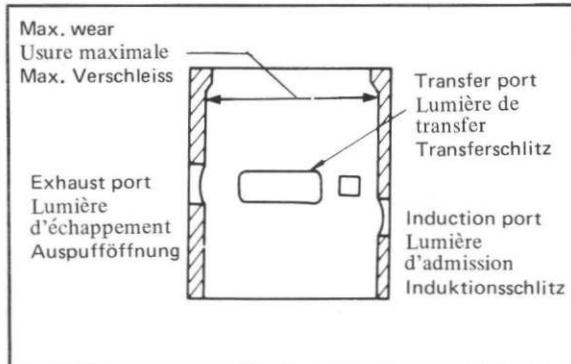
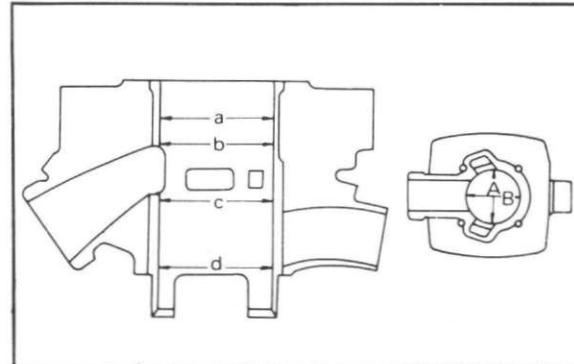

Fig. 4-3-4
Fig. 4-3-5
- 1) In two-stroke engines, the maximum wear usually occurs in the upper area of the cylinder wall due to the side thrust of the piston, with less wear in the adjacent areas of transfer and exhaust ports. Measure each cylinder's bore diameter at four different depths (a, b, c, d) with a micrometer or a cylinder gauge placed in the direction of A and B. See Fig. 4-3-5 if the difference between the maximum and minimum diameters measured exceeds 0.05 mm (0.0019 in.), re bore and hone the cylinder
Warpage, however, can be extreme at high heat areas such as the exhaust port. Therefore, care must be taken during measuring. (Fig. 4-3-4)
- 3) To make sure that the cylinder boring has been correctly done, measurements should be made as illustrated in Fig. 4-3-5.
Toutefois, lors de la mesure il faut tenir compte du fait que les surfaces les plus exposées à la chaleur, par exemple, au voisinage de la lumière d'échappement, sont susceptibles de subir une déformation sensible. (Fig. 4-3-4)
- Il importe que la mesure soit effectuée de la manière correcte: mesurer aux points indiqués à la Fig. 4-3-5.
- Bei Zweitaktmotoren macht sich der grösste Verschleiss normalerweise im oberen Teil der Zylinderwandung bemerkbar (infolge Seitendruck des Kolbens) während der Verschleiss im angrenzenden Gebiet des Transferschlitzes und der Auspufföffnung meist geringer ist. Messen Sie nun die Durchmesser der beiden Zylinderbohrungen an vier verschiedenen Stellen (a, b, c, und d) mit einem Mikrometer oder einer Zylinderlehre, welche in Richtung A und B einzufügen ist. (Siehe Abbildung 4-3-5) Falls der Unterschied zwischen den erhaltenen Max. - und Minimalmassen 0,05 mm überschreitet, so muss der Zylinder nachgefräst und ausgeschliffen werden. Übermässige Unebenheiten sind meistens in Teileinheiten anzutreffen, welche übermässiger Hitze ausgesetzt werden (Auspuffmündung). Demzufolge gehe man beim Messen besonders sorgfältig vor. (Fig. 4-3-4)
- Um sich zu vergewissern, dass das Auschleifen des Zylinders vorschriftsgemäss durchgeführt wurde, ist das Nachmessen wie aus Abbildung 4-3-5 dargestellt vorzunehmen.